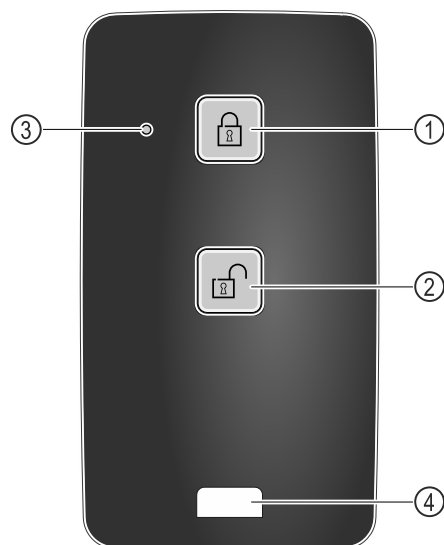

Fig. 139
- ▶ Tryck på knappen Fig. 139 (1) på fjärrkontrollen.
- ▶ Tryck på knappen Fig. 139 (2) på fjärrkontrollen.
- ▶ Status-LED:n Fig. 139 (3) blinkar för att bekräfta att knappen tryckts in.
- ▶ Ögla Fig. 139 (4) för att sätta fast fjärrkontrollen, t.ex. på en nyckelknippa.